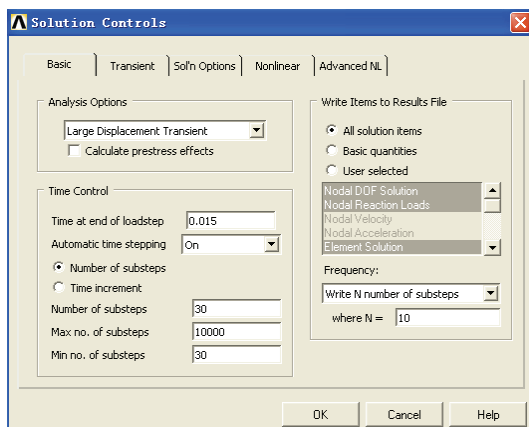

图 4-89 求解控制对话框
5) 选择 Main Menu | Solution | Analysis Type | Sol'n Controls 命令, 出现 Solution Controls 对话框, 参照图 4-89 对其进行设置, 单击 OK 按钮关闭该对话框。